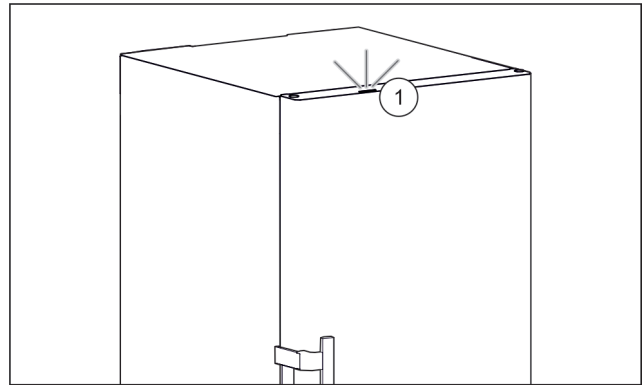

Fig. 41 Aktiv statuslampa när dörren är stängd
- ▷ Statuslampan Fig. 41 (1) är aktiverad.